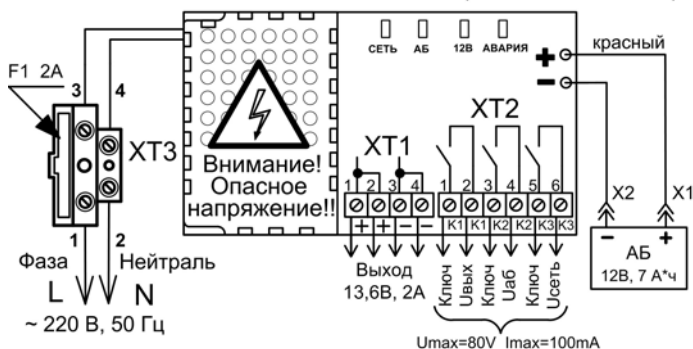

Рисунок 3. Схема подключения РИП-12 исп.14 (РИП-12-2/7П2-Р)
При подключении проводов внешнего питающего напряжения 220 В к сетевой колодке необходимо соблюдать правильность подключения «фаза» и «нейтраль». Подключение цепей к РИП производить в соответствии с рис. 3.
2.3.1 Проверить правильность произведённого монтажа в соответствии со схемой подключения РИП-12 исп.14 (РИП-12-2/7П2-Р) (рис. 3).
2.4.7 При необходимости организации дистанционной сигнализации наличия сетевого напряжения, выходного напряжения и напряжения батареи подключить выходы оптореле К1, К2 и К3 к шлейфам сигнализации приборов согласно рис. 3. Состояния цепей оптореле приведены в таблице 1.